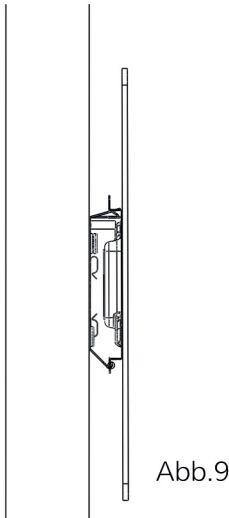

Abb.9
12. Nun führen Sie das Anschlusskabel seitlich nach außen, wickeln eine eventuelle Überlänge des Kabels in Schlaufen in die Wandhalterung, stecken das Kabel zur Fixierung in die Federschlaufen und kippen die offene Seite des Panels langsam Richtung Wand, so dass das Panel vollständig in der Montagebox zu liegen kommt. (Abb.9) Nun drücken Sie sanft das Panel so weit in die Wandhalterung, bis die Montagebox in der Wandhalterung hörbar einrastet.